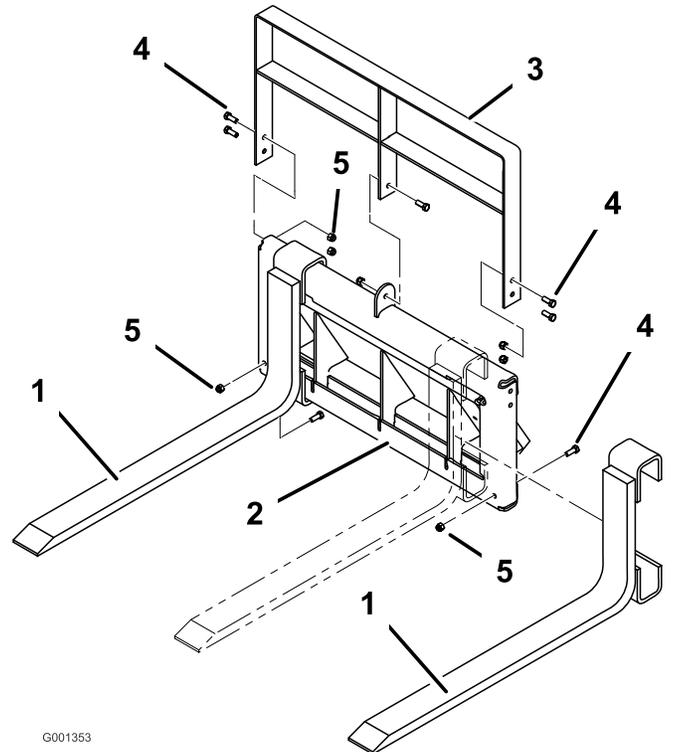

Figura 3
1. Instale las horquillas sobre el bastidor como se muestra en la Figura 3, y sujete cada horquilla con un perno ($\frac{3}{8}$ " x 1") y una contratuerca ($\frac{3}{8}$ ").
2. Instale el bastidor superior encima del conjunto como se muestra en la Figura 3, y sujete el bastidor superior usando 5 pernos ($\frac{3}{8}$ " x 1") y 5 contratuercas ($\frac{3}{8}$ ").